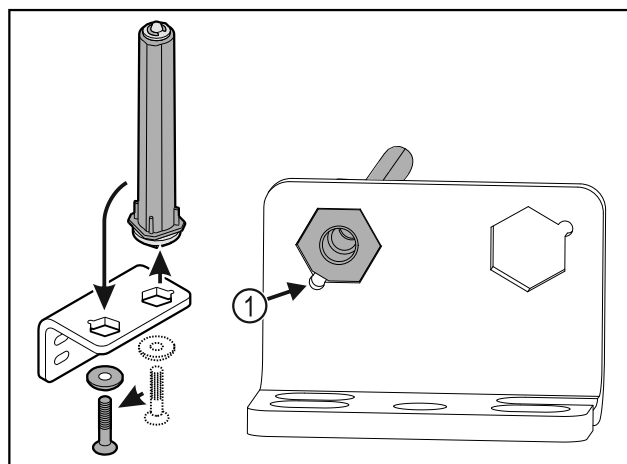

Fig. 36
- ▶ Bodite pozorni, da pri vstavljanju izravnalne točke sornika Fig. 36 (1) kažejo v smeri okrogle luknje.